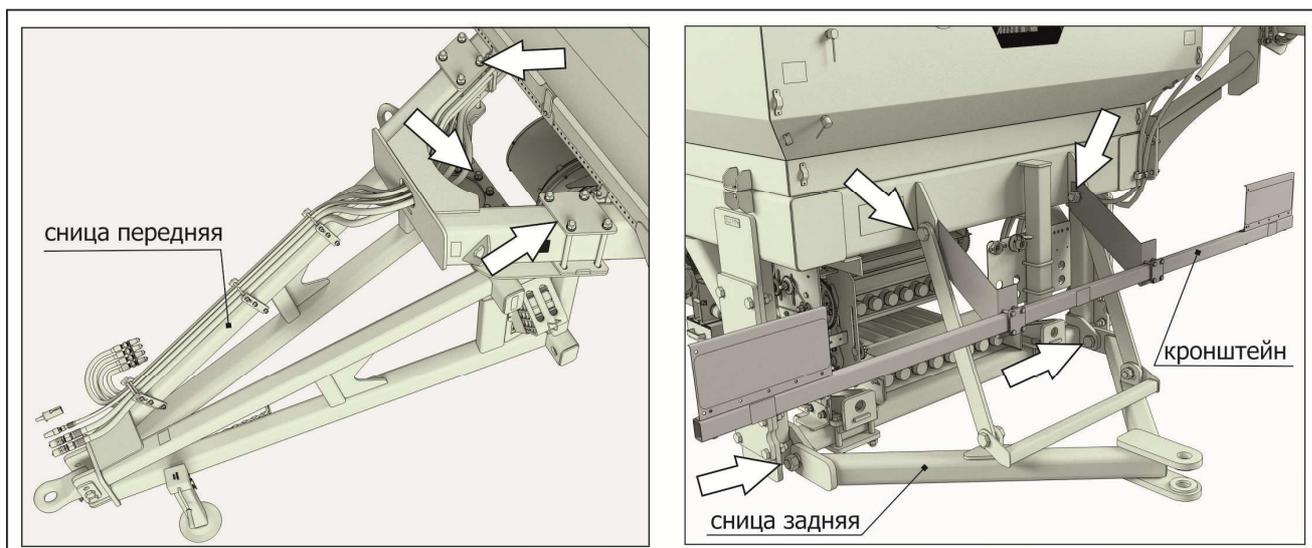

Рисунок 5.1
- 1) установить переднюю сницу с домкратом (рисунок 5.1);
- 2) установить заднюю сницу (рисунок 5.1);
- 3) установить кронштейн (рисунок 5.1);